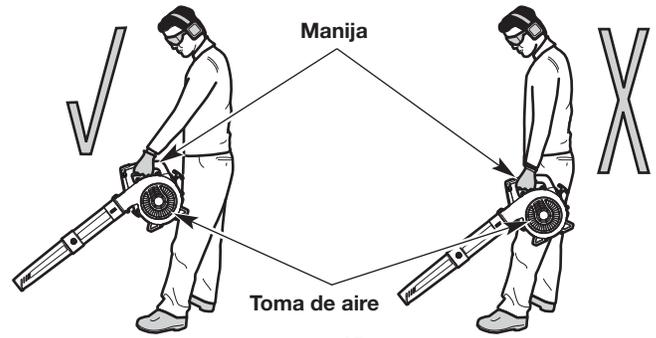

Fig. 15
- Párese en la posición de arranque (Fig. 15). Párese derecho. No se incline sobre el aparato.
- Sostenga la unidad delante y separada del cuerpo (Fig. 15).
WARNING: A fin de evitar que se produzcan lesiones graves o daños a la unidad, **NO** sostenga la unidad en su costado (Fig. 15). El motor puede estar muy caliente. **NUNCA** bloquee la toma de aire.